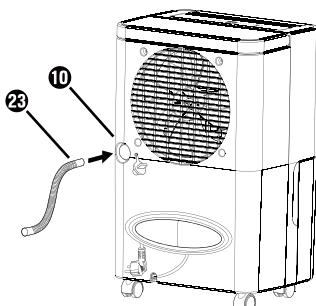

Fig. 4
- ◆ Retirez le bouchon ⑩ de l'orifice de sortie d'eau ⑪.
- ◆ Enfilez soit le flexible ②3 fourni soit l'adaptateur pour tuyau d'arrosage UE ②4 sur l'orifice de sortie d'eau ⑪ (voir les figures 4 et 5).